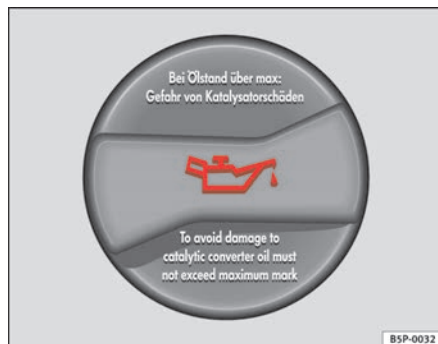

Fig. 142 Tapón de la boca de llenado de aceite del motor en el vano motor
- Desenrosque el tapón de la boca de llenado de aceite del motor ⇒ **fig. 142**.